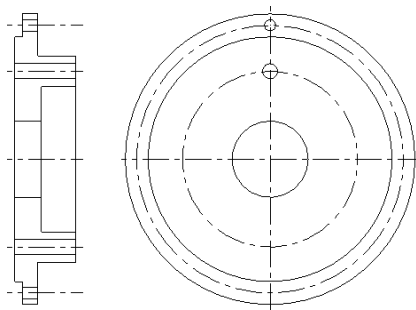

图 5-85 绘制圆
⑧ 绘制左视图中的圆。单击“基础绘图”工具栏中的“已知圆心点画圆”按钮 ，以左视图中的两条中心轴线的相交点作为圆心，分别绘制出直径为 100、320 和 380 的圆；再以中心圆与垂直轴线的相交点为圆心，分别绘制出直径为 20 和 15 的圆，再单击“确定”按钮 ，操作结果如图 5-85 所示。